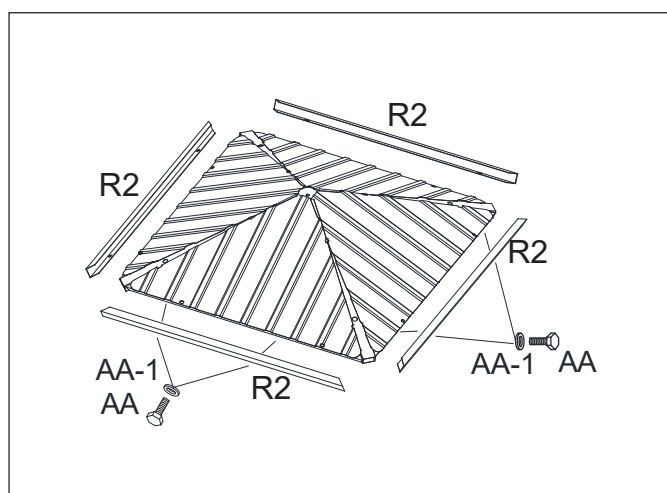

Figure 11-2
11.2. Répétez l'opération pour les côtés opposés. Serrez tous les boulons. Voir figure 11.2.